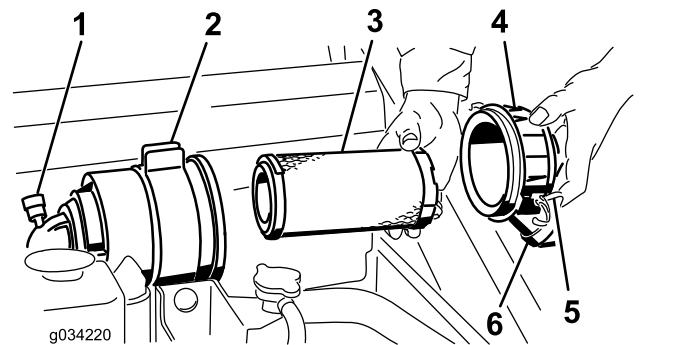

Figura 36
Importante: Revise el filtro del limpiador de aire únicamente cuando el indicador de mantenimiento se ve rojo (Figura 36). El cambiar el filtro antes de que sea necesario sólo aumenta la posibilidad de que entre suciedad en el motor al retirar el filtro.
4. Abra los cierres del limpiador de aire y tire de la tapa de la entrada de aire para separarla del cuerpo del limpiador de aire (Figura 36).
1. Extraiga con cuidado el filtro primario del cuerpo del limpiador de aire (Figura 36). Evite golpear el filtro contra el lado de la carcasa.
3. Introduzca cuidadosamente el filtro primario en el cuerpo del filtro (Figura 36). Asegúrese de que está bien asentado empujando sobre el borde exterior del filtro mientras lo instala.
4. Instale la tapa del limpiador de aire con el lado marcado "UP" hacia arriba, y fije los cierres (Figura 36).